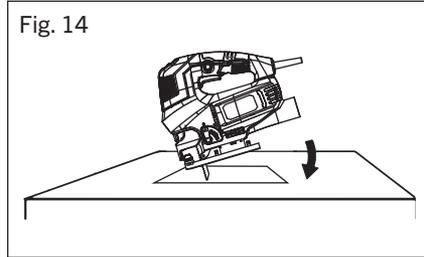

Fig. 14
3. Inclinez la scie sauteuse vers l'avant de manière à ce qu'elle repose sur le bord avant de la plaque de base et dans une position où la lame ne touchera PAS la pièce de fabrication lorsque l'interrupteur sera mis sur la position de marche (Fig. 14).